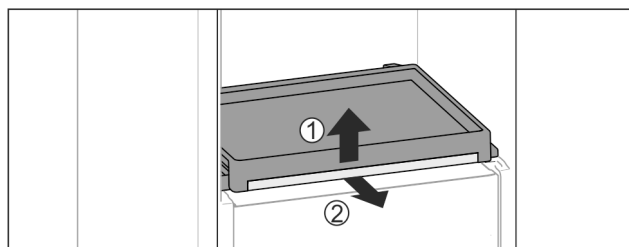

Fig. 111
- ▶ Wymowanie wysuwanej półki oraz szklanej płyty: Podnieść lekko szklaną płytę z przodu Fig. 111 (1) i wyciągnąć do przodu Fig. 111 (2).